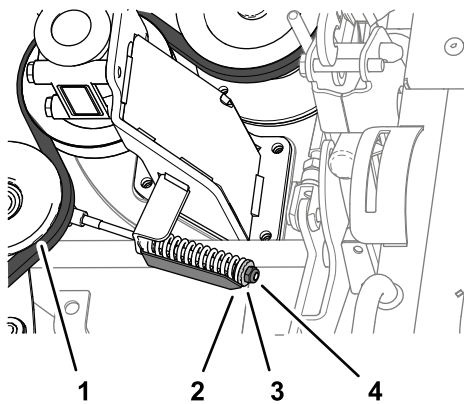

Bild 133
4. Lösen Sie die Klemmmutter der Riemenpannvorrichtung, bis Sie den Riemen von der Riemenscheibe der Riemenpannvorrichtung ziehen können (Bild 133).
2. Ziehen Sie die Klemmmutter an, bis der Pfeil der Spannungsanzeige mit der äußeren Kante der Scheibe ausgefluchtet ist (Bild 133).